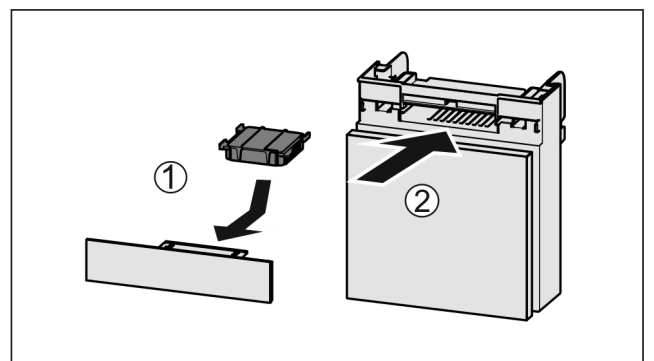

Fig. 178
- Inserire il vano Fig. 178 (2).